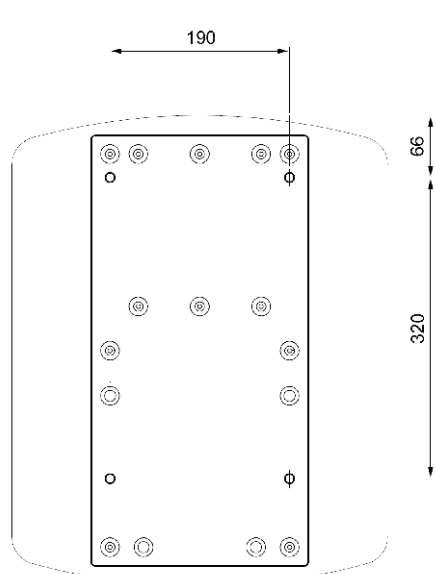

Fig. 2
1. - Individuare e identificare la posizione dei 4 fori da realizzare sul muro secondo lo schema in Fig.2;